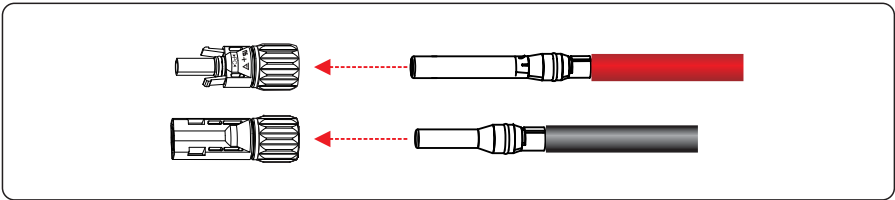

Figura 5.12 Conectando conectores positivos e negativos
Passo 3 Insira os cabos de alimentação positivos e negativos crimpados nos conectores positivos e negativos correspondentes até ouvir um som de "clique", conforme mostrado na Figura 5.12.